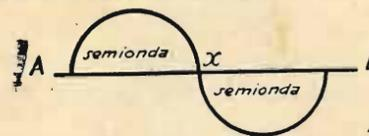
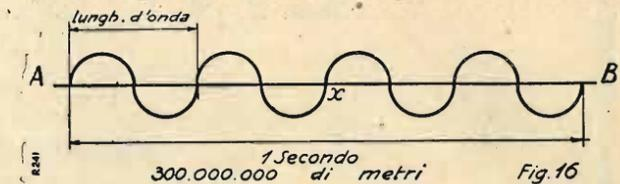

Fig. 15
Fig. 16
Osserviamo adesso le due figure 15 e 16, prendendo la retta AB come unità di tempo di 1 secondo.
Se il tempo occorso all'oscillazione in fig. 15, per spostarsi da A in B compiendo 1 periodo è di 1 secondo, diremo che quell'oscillazione ha la frequenza di 1 periodo o ciclo al secondo; ma se, come in fig. 16, l'oscillazione per spostarsi da A in B e cioè nel medesimo tempo di 1 secondo, compie ben 4 cicli o periodi o onde, diremo che quell'oscillazione ha la frequenza di 4 periodi al secondo. Da ciò risulta:
- 2) che, come appare lampantemente dal confronto delle due figure 15 e 16, più grande è la frequenza più piccola è la lunghezza d'onda.